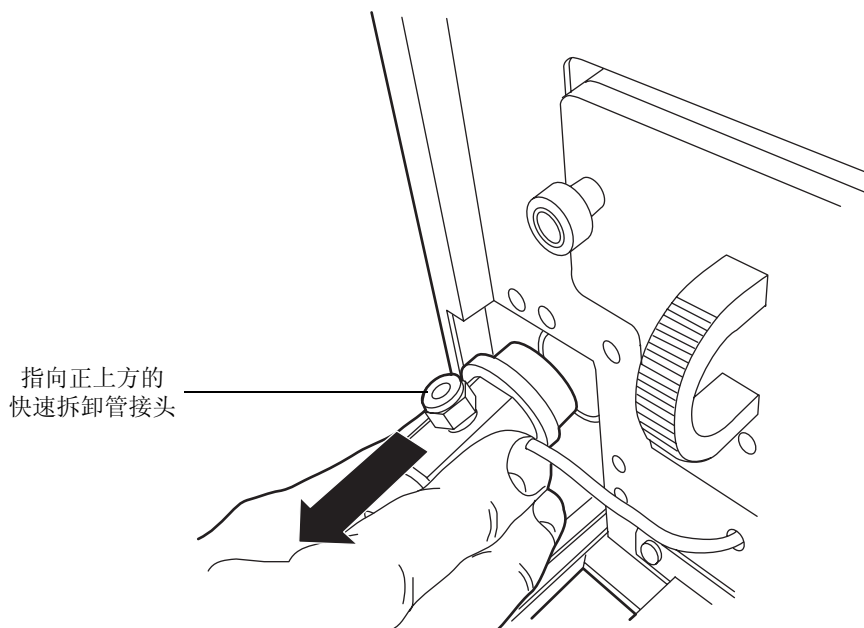
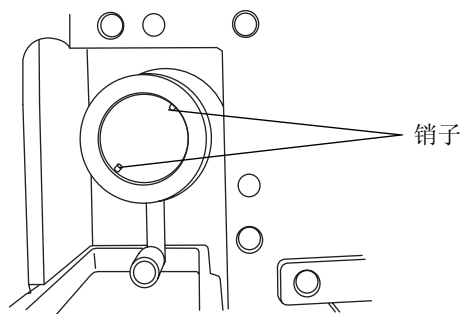

图 4-6 取下喷雾器
图 4-7 退溶室中的销子
6. 推入喷雾器，然后逆时针旋转，使得快速拆卸管接头指向正上方，接着从雾化室将其取下（图 4-6）。
8. 将退溶室中的两个销子与新喷雾器中的凹槽对齐（图 4-7）。快速拆卸管接头将指向正上方（图 4-6）。